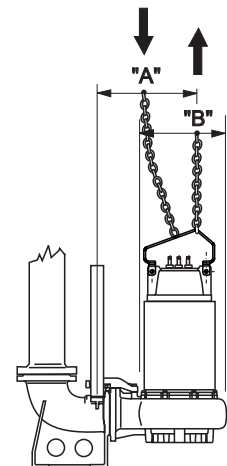

Fig. 2
1.5. - Desejando extrair a electrobomba do seu alojamento, primeiro é necessário desligar os cabos eléctricos do quadro de comando e proceder à elevação seguindo as instruções fornecidas na pág. 95 (Fig.2). Lave o exterior e o interior da electrobomba com um jacto de água para remover todos os possíveis resíduos do líquido bombeado, lembrando-se sempre de utilizar óculos de segurança, luvas de borracha, máscara e avental impermeável.